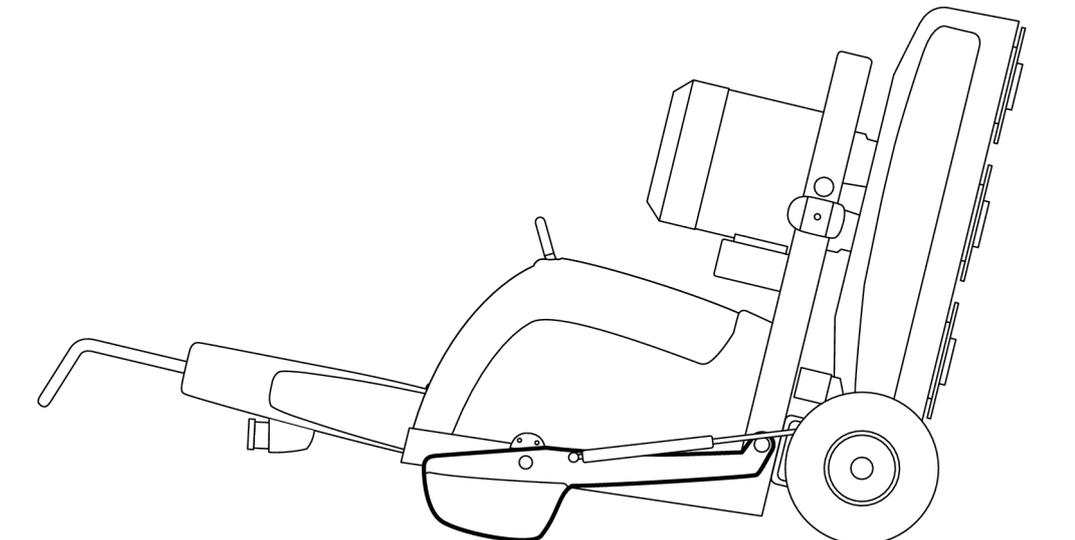

Abbildung 4-12. Die Maschine ruht auf dem Boden
5. Heben Sie die Maschine so weit an, dass Sie die Gewichte in dieser aufgerichteten Position verriegeln können. Kippen Sie die Maschine anschließend ganz auf den Boden, siehe Abbildung 4-12, Seite 25.